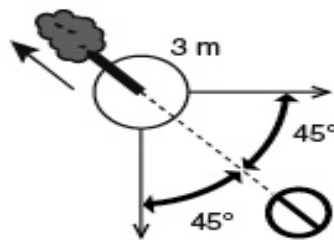

Рис.10
3. Когда дерево начнет падать, путь отхода должен быть направлен по диагонали в сторону, противоположную направлению падения, под углом 45 градусов, и вы должны отойти минимум на 3 метра от ствола, на тот случай, если во время падения комель дерева отскочит в сторону (Рис.10).